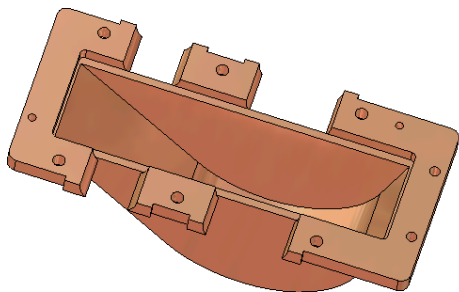

图 9-75 拉伸出内部空腔的零件
④单击【确定】按钮完成拉伸，此时的零件如图 9-75 所示。